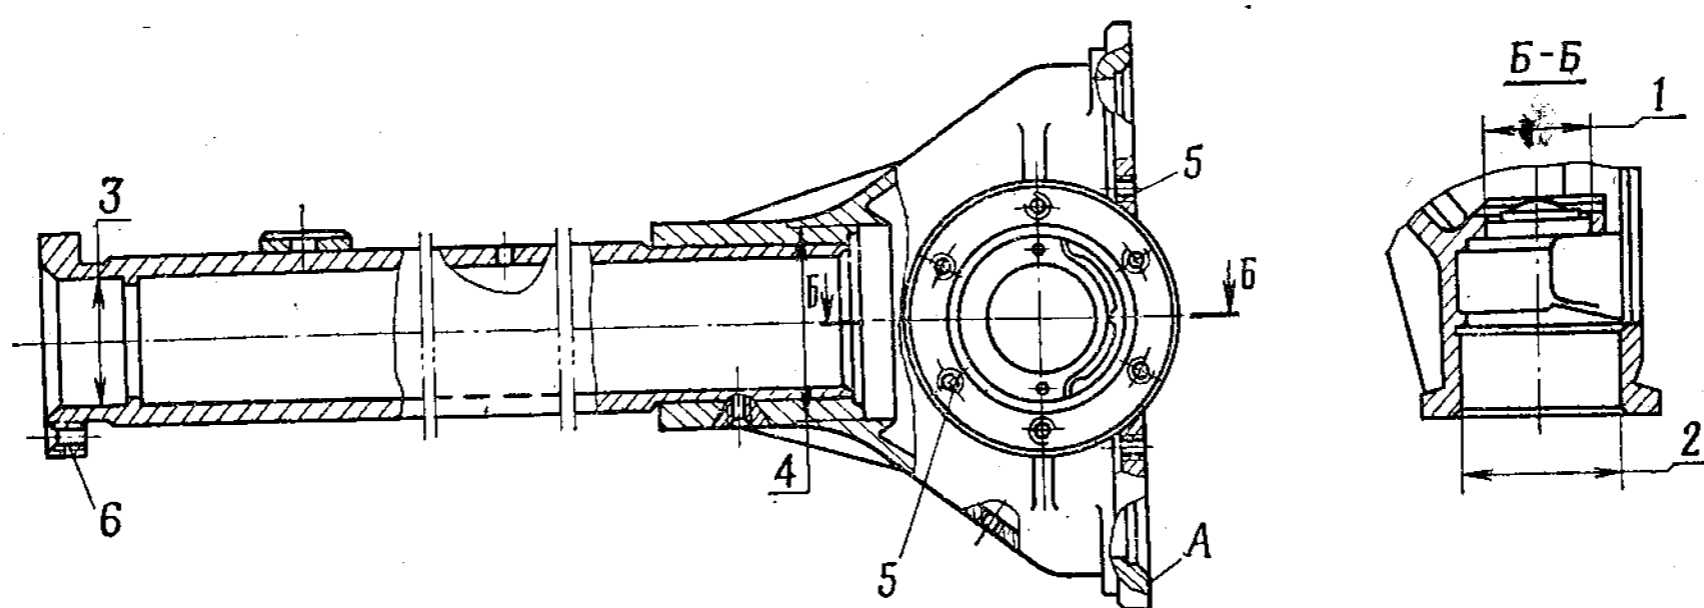

Рис. 125. Картер переднего моста с кожухом полуоси в сборе
1. Картер переднего моста с кожухом полуоси в сборе (рис. 125)